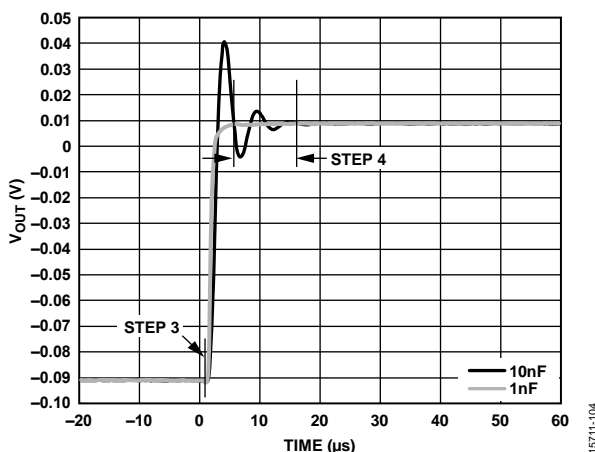

図 4. V_{OUTX} の更新、ステップ 3 とステップ 4
3. V_{OUTX} 電圧が、レジスタに書き込まれた新しいコードによって定義される電圧にセトリングし始めます (図 4 参照)。
4. ある不定の時間 (図 4 参照) が経過すると、出力は新しいコードによって定義される値を中心とする許容値の範囲内 (通常は最終コード ± 0.5 LSB) に落ち着きます。